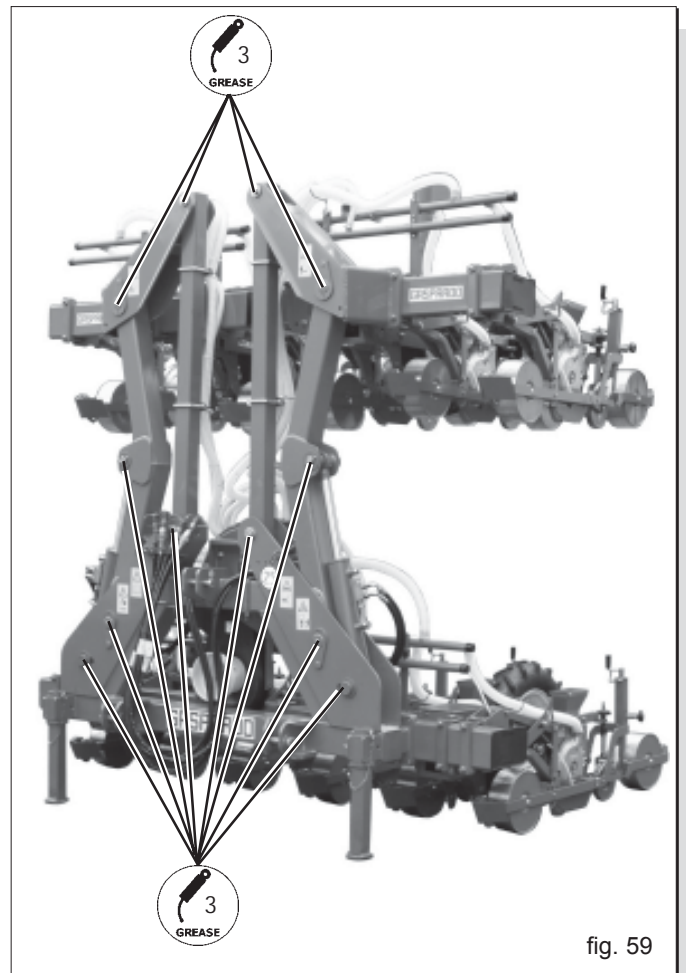

fig. 59
- Ingrassare le articolazioni del telaio (3 Fig. 59).